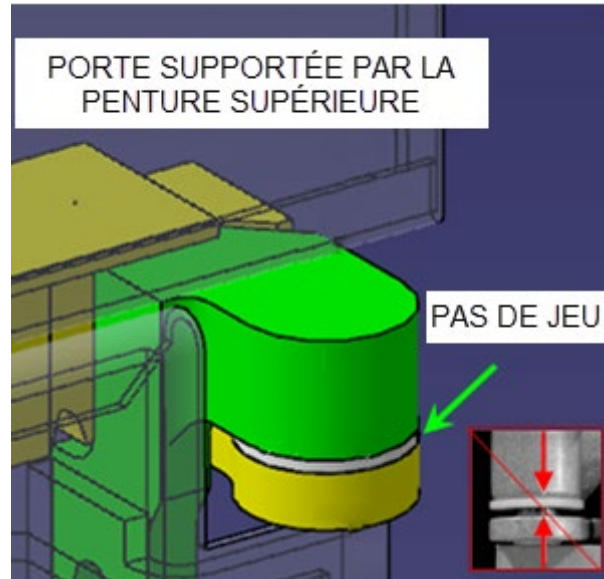

FIGURE 19: PAS DE JEU
- La porte est complètement supportée par la penture supérieure (Pas de jeu au point de pivot) et non par le dispositif de levage utilisé. (Figure 19).